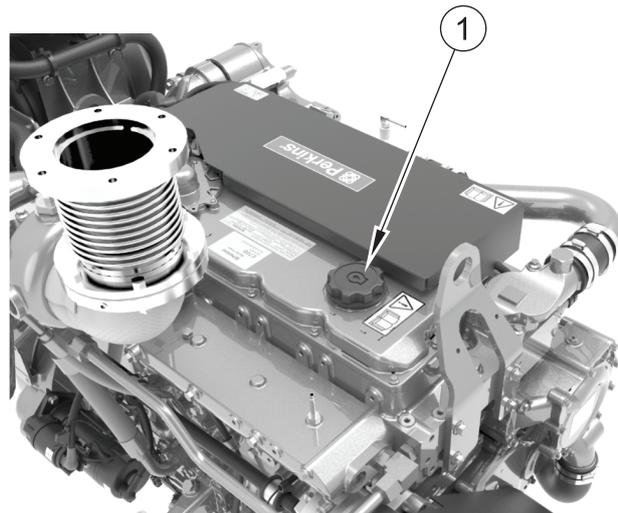

Figura 29
6. Rimuovere il tappo di rifornimento dell'olio (figura 29 voce 1).